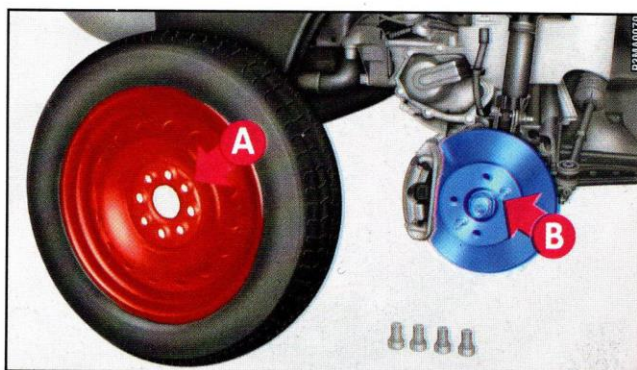

fig. 4
- 7) Montare il ruotino di scorta, facendo coincidere i fori **A**-fig. 4 con i relativi perni **B**.